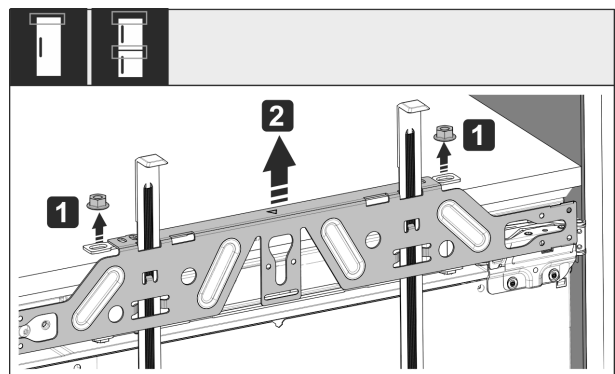

Fig. 53
- Shtrengoni kundërdadot Fig. 53 (1).
- Hiqni traversën e mbërthimit Fig. 53 (2).